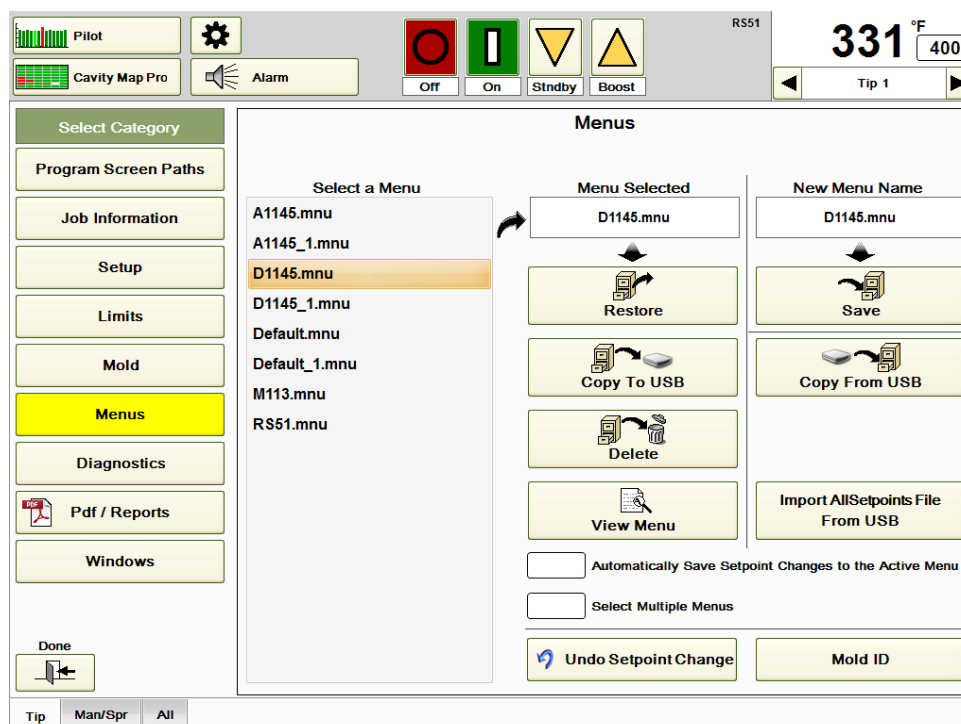

Abbildung 16a Menüs
Wird die **Menü-Taste** gedrückt, so erscheint der Bildschirm aus Abbildung 16a. Dazu ist die Bediener-, Supervisor- oder Ingenieur-Sicherheitsstufe erforderlich.
Die Menübezeichnung wird immer in der rechten oberen Bildschirmcke gleich links neben dem Sollwert-Feld angezeigt (RS51 in Abbildung 16a). Wenn seit dem letzten Abspeichern des Menüs ein Sollwert geändert wurde, wird neben der Menübezeichnung ein „+“ angezeigt. Sollen Sollwertänderungen automatisch im Menü gespeichert werden, wählen Sie **Sollwertänderungen automatisch im aktiven Menü speichern**.
Verfügt das Gerät über die Option Mold-ID (Abschnitt 27), so können mit dieser Funktion die Menüs auch automatisch ausgewählt werden. Beachten Sie, dass in Abbildung 16a zwei Menüs, die das Wort „Default“ (Standard) enthalten, zu sehen sind. **Default.mnu** ist die aktuelle Zusammenstellung aller vom HPS-C-PRO⁺ verwendeten Sollwerte und Einstellungen. Bei jeder Änderung eines Sollwerts oder einer Einstellung legt der HPS-C-PRO⁺ automatisch ein neues Default.mnu Menü an. Nach jedem Einschalten des Geräts gelten die Default.mnu Einstellungen, bis der Nutzer
- 1) Drücken Sie auf das weiße Feld unter **Neuer Menüname** in Abbildung 16a.